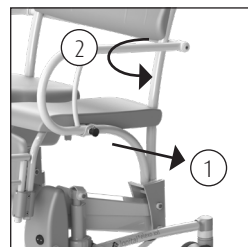

Figure 6. Accoudoir.
- Tirez le loquet de sécurité vers l'extérieur pour déverrouiller l'accoudoir (1) (Cf. figure 6).
- L'accoudoir peut alors être facilement pivoté vers l'arrière (2) (Cf. figure 6 & 7).